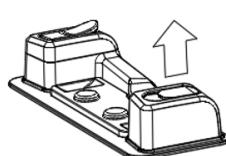

Fig. 5
- Deschideți capacul de etanșare (Fig. 5).